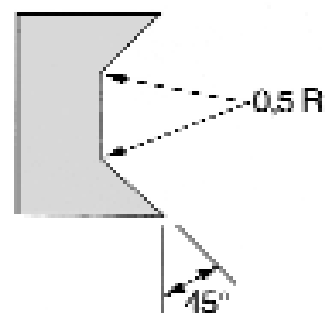

Fig. 1-24
- Pour les applications jusqu'à 400 bar, le joint torique peut être fortement déformé. On utilise dans ce cas précis des bagues anti-extrusion spéciales (voir figure 1-24).